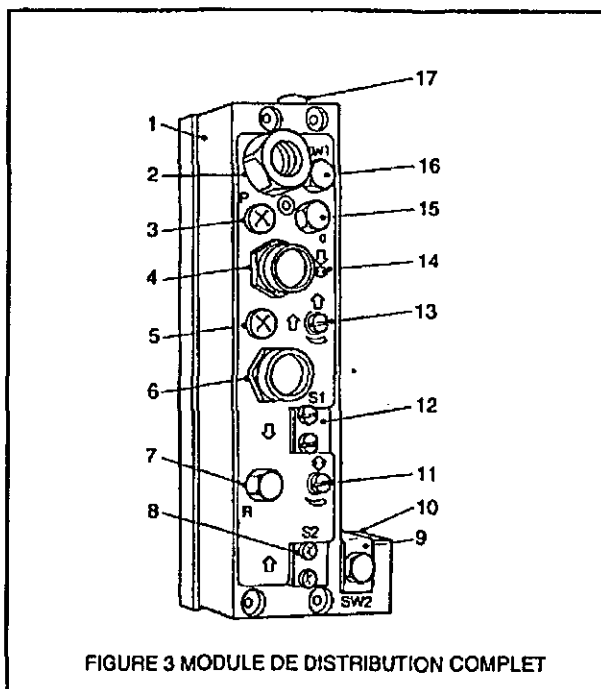

FIGURE 3 MODULE DE DISTRIBUTION COMPLET
TÊTE DE COMMANDE COMPLETE (Fig 3)
Ouvrir à fond (13) Figure 3.
Fermer (11) Figure 3.
Brancher l'alimentation d'air et appuyer sur (6) Figure 3.
Ajuster Figure 3 (11/13/14) pour obtenir les vitesses d'avance et de retrait de l'opération.
Réaliser quelques essais de perçage pour déterminer l'avance idéale et les réglages de l'HCU à l'aide de (11) Figure 3.
Réaliser un taraudage d'essai et inspecter la forme du filetage. Ajuster si nécessaire (11/13/14) Figure 3 et répéter jusqu'à ce que les conditions des Notes 1 et 2 ci-dessus soient satisfaites.